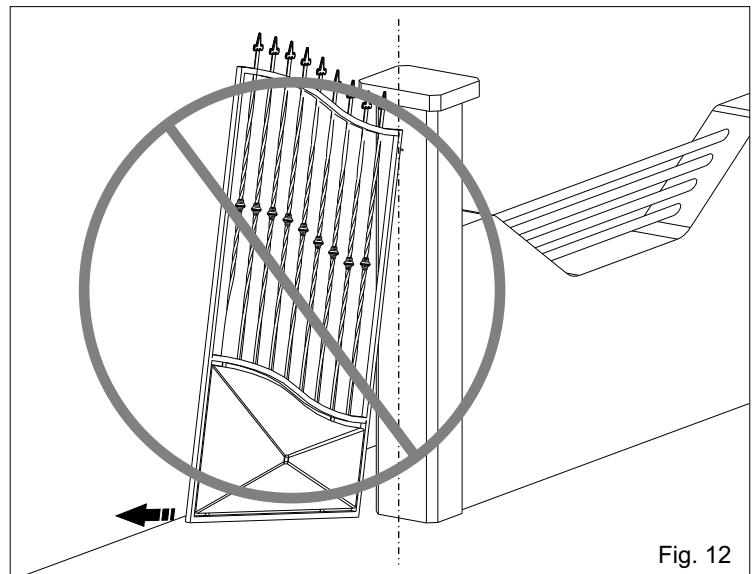

Fig. 12
**3.8.** Hacer mucha atención a no poner la hoja fuera de los ejes (Fig. 12 y 13), el eje tiene que coincidir con el eje de rotación del gozne teniendo en cuenta que la distancia minima de la columna es de 60 mm (Fig. 14).